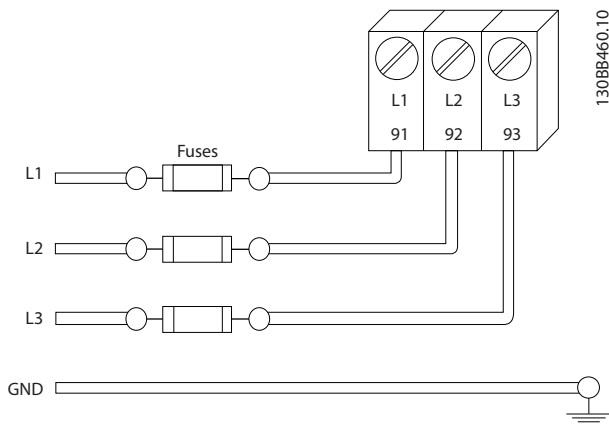

图 2.4 变频器熔断器
- 必须为所有变频器都提供短路和过电流保护。为了提供这种保护，须采用输入熔断装置，请参阅图 2.4。如果出厂时没有附带熔断器，则须由安装商作为安装的一部分而提供。请参阅 10.3.1 保护中的熔断器最大额定值。